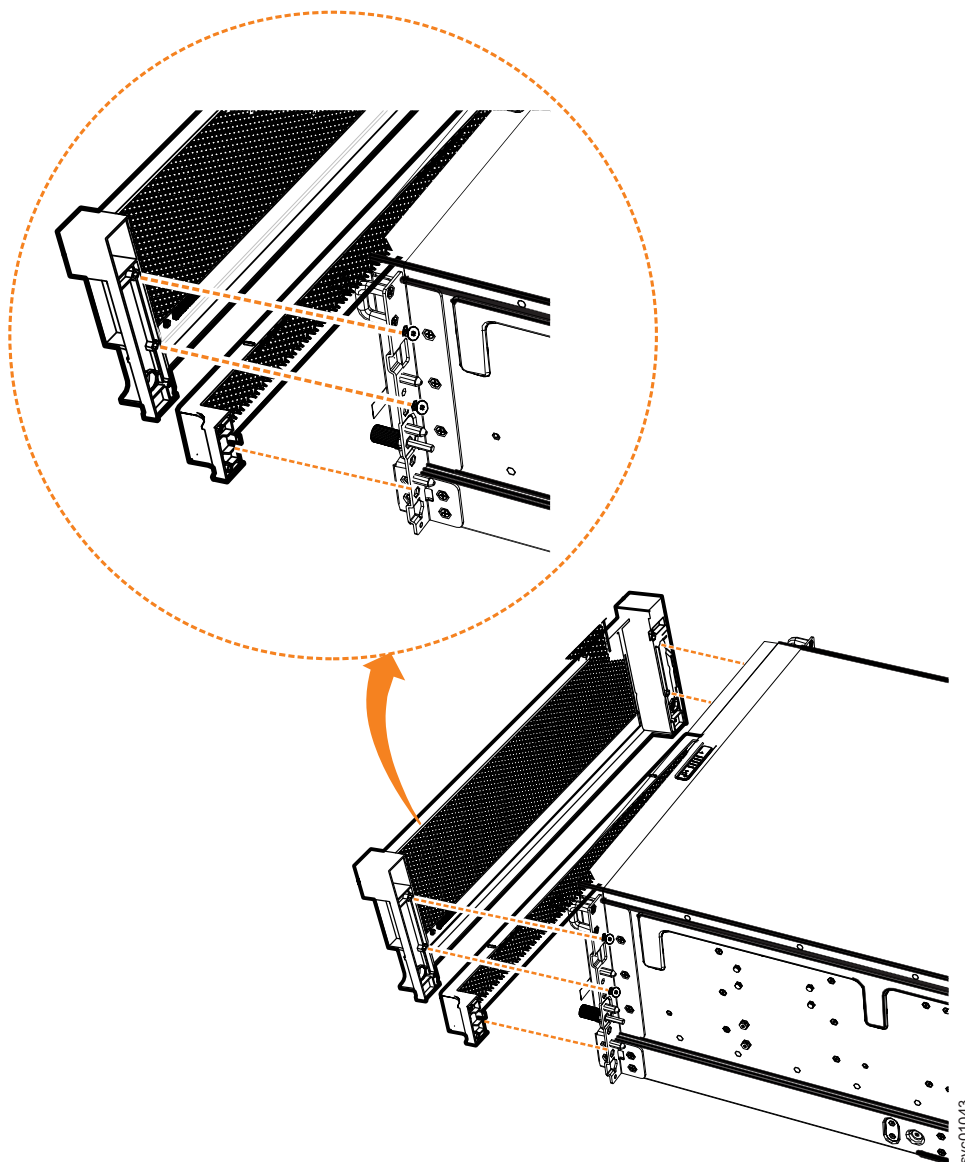

図 78. 拡張エンクロージャーからの鼻隠しコンポーネントの取り外し
2. 89 ページの図 78 に示すように、鼻隠しをシャーシの両側のフランジに固定している 2 本のねじを取り外して、前面鼻隠しを取り外します。
3. 図 78 に示すように、PSU 鼻隠しの両側を慎重に引いて、シャーシから取り外します。PSU 鼻隠しが、シャーシの両側に PSU 鼻隠しを結合しているスロットとピンから外れます。